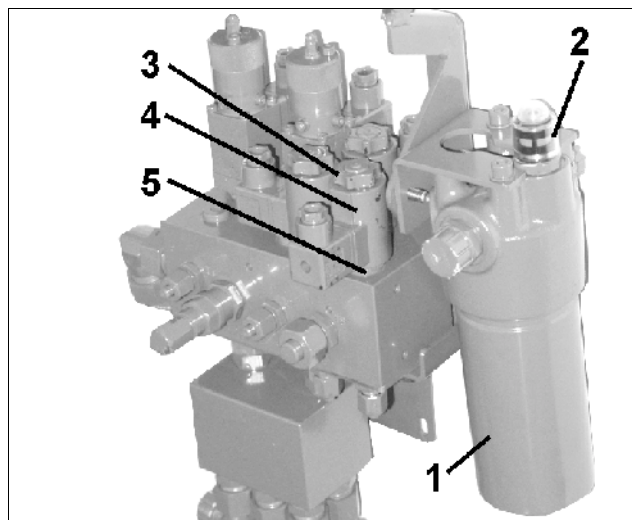

Fig. 59
Während des Betriebes kann die Funktion des Hydraulikölfilters (Fig. 59/1) am Steuerblock kontrolliert werden.
Anzeige im Kontrollfenster (Fig. 59/2):
- Magnetkappe (Fig. 59/3) abschrauben
- Magnetspule (Fig. 59/4) abnehmen
- Ventilstange (Fig. 59/5) mit Ventilsitzen herausdrehen und mit Druckluft oder Hydrauliköl säubern.